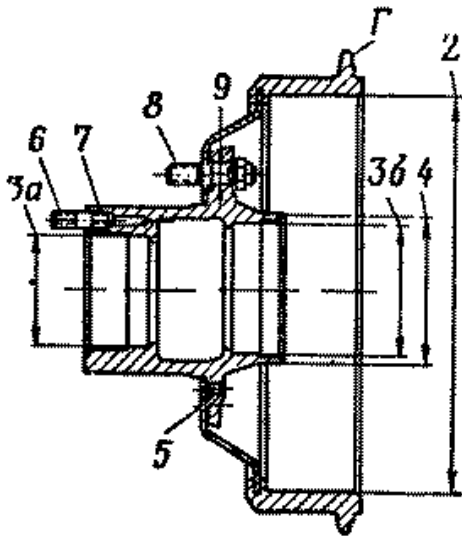

Рис. 177. Ступица и тормозной барабан колеса в сборе
8. Ступица и тормозной барабан колеса в сборе (рис. 177)